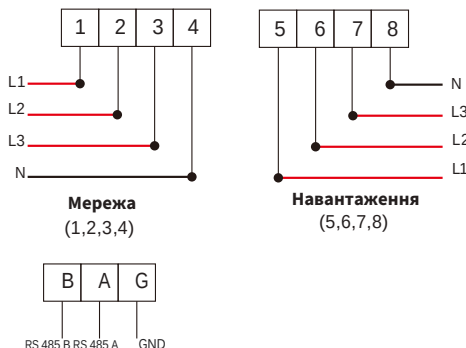

Рис. 7.1 Лічильник Eastron
Існує кілька придатних моделей смарт-лічильників для цієї серії інверторів. Перша модель - Eastron SDM630-Modbus V2, яка здатна вимірювати максимальний струм 100А безпосередньо. Більш детальну інформацію дивіться на рис. 7.1 та 7.4. Для Eastron SDM630 MCT 40mA потрібен зовнішній трансформатор струму з вторинним вихідним струмом 40mA. Більш детальну інформацію про Eastron SDM630 MCT дивіться на малюнках 7.5 та 7.8. Також підтримується лічильник CHINT DTSU666 5(80) А, який може вимірювати максимальний струм 80А безпосередньо.
Коли ви читаете це, ми вважаємо, що ви завершили підключення відповідно до вимог розділу 5. Якщо ви в цей час працюєте з вашим Інвертором і хочете використовувати функцію нульового експорту, будь ласка, вимкніть вимикач змінного та постійного струму та почекайте 5 хвилин, поки інвертор повністю розрядиться. Будь ласка, дотримуйтесь нижче наведеного рис. 7.1 для підключення лічильника.